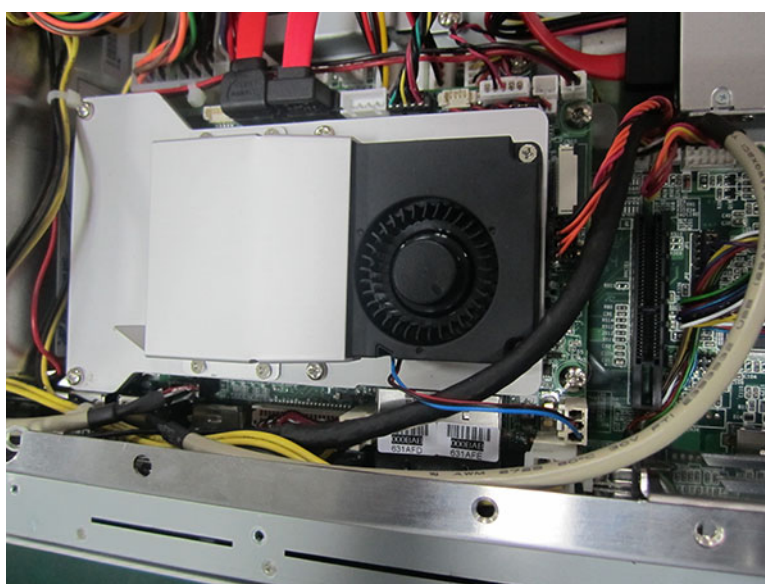

图 2.35:
4. 将 MIO 主板装上，锁上螺丝。请按照步骤 3-6 拆下，还原接上电缆，再仔细检查是否每根电缆都正确接入，分别如图 2.35、2.36、2.37 所示。
5. 将散热片锁附在 MIO 主板上并接上 MIO 风扇电缆，如图 2.35 所示。